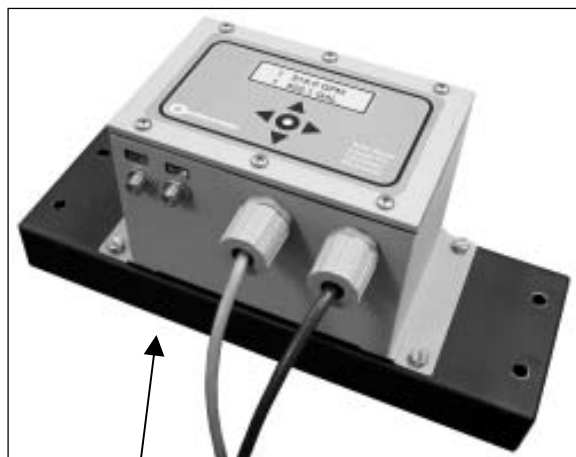

Abbildung 8
- Das integrierte Durchflussmessgerät 1020 an der Montageschienenabdeckung mit vier Schrauben, Scheiben, Sicherungsscheiben und Muttern anbringen (Abbildung 8).